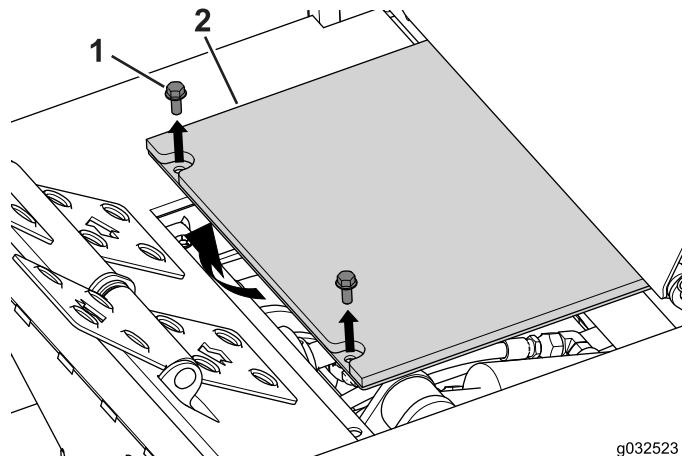

図 78
1. 運転台を機体に固定しているボルト2本を外して PTO接続部へのアクセスを確保する図 78。
5. 先ほど外したボルト $5/16$ " x  $\frac{3}{4}$ " 2本を使って、運転台を冬用フレームに固定する図 78。